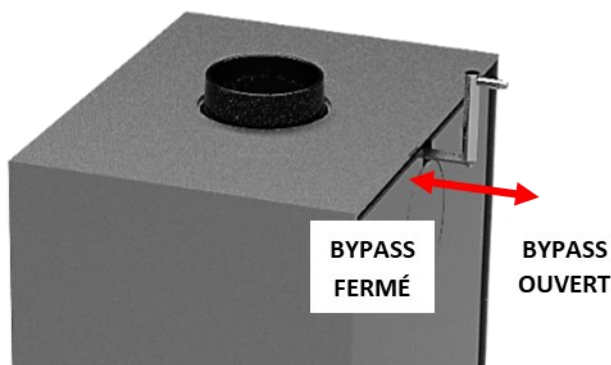

Fig. 10
- Si votre poêle est équipé du système Catalytic Hybrid Woodbox, vous devez ouvrir le by-pass en déplaçant la commande située sur la partie supérieure arrière du poêle vers l'arrière (Fig. 10).